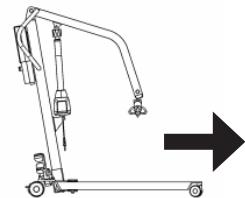

Fig. 20
- Fahrtrichtung (Bewegung nach vorne):** Die Classic Produktreihe von mobilen Patientenliftern ist dafür ausgelegt, dass sie mit dem eingebauten Schiebegriff vorwärts geschoben werden. (Fig. 20).